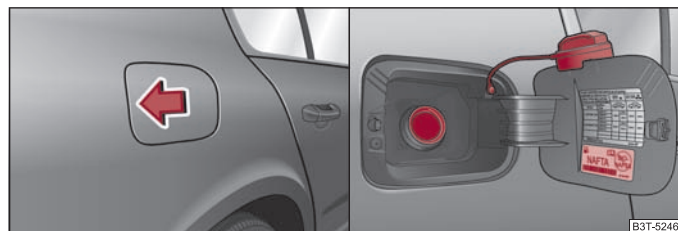

Fig. 11 Partea dreaptă spate a autovehiculului: Deschiderea clapetei rezervorului de combustibil /Clapeta rezervorului de combustibil cu capacul deschis
- Apăsați pe partea stângă a clapetei rezervorului ⇒ fig. 11 - stânga.
- Deșurubați capacul spre stânga și așezați-l pe clapetă, în partea de sus ⇒ fig. 11 - dreapta.